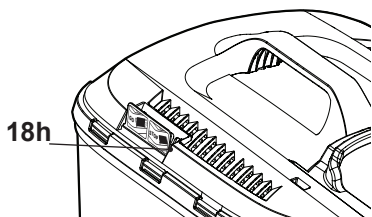

Fig. 16
- > Tant que la trappe est ouverte, cela signifie qu'il reste de l'espace pour remplir le bac de récupération de l'herbe (Fig. 16).